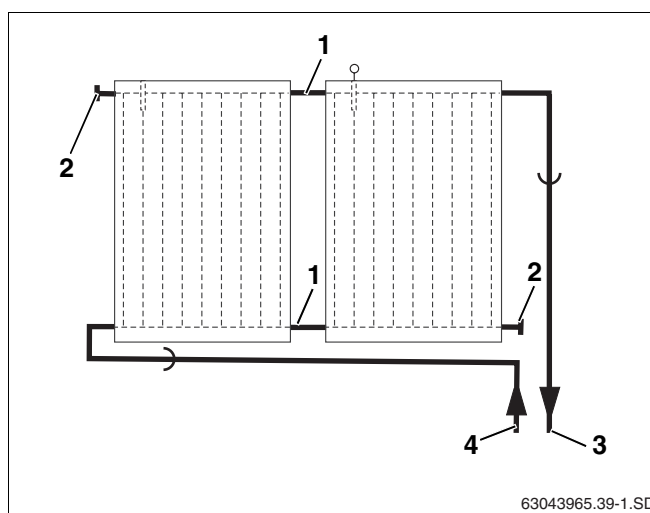
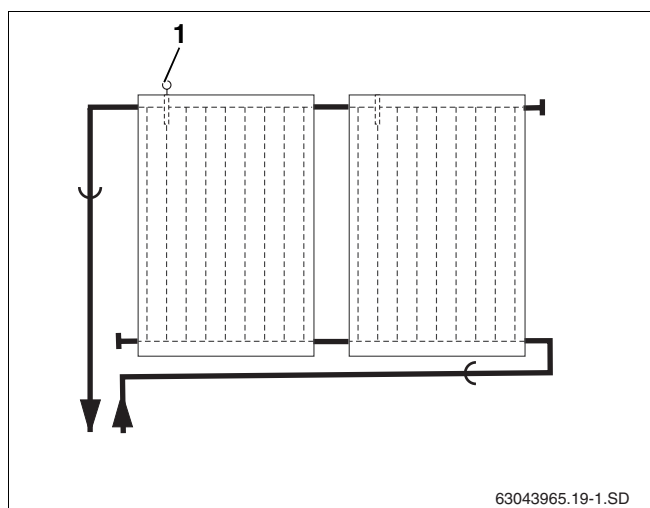

Fig. 18 Raccordement hydraulique – conduite de départ droite
Fig. 19 Raccordement hydraulique – conduite de départ gauche
Le champ de capteurs doit être raccordé selon le principe de "Tichelmann" ce qui garantit le même débit pour chaque capteur (fig. 18).
La conduite de départ peut se situer à droite (fig. 18) ou à gauche en haut (fig. 19). Dans cette notice, les exemples sont basés sur une conduite de départ placée à droite.
Les capteurs doivent être montés de manière à ce que la gaine de réception de la sonde du capteur (fig. 19, **pos. 1**) soit orientée vers le haut.